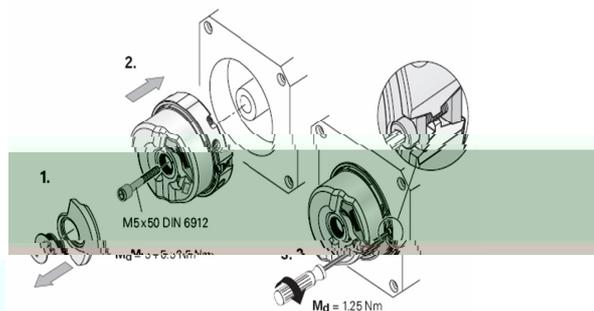

图 12 编码器装配
- 再用内六角扳手按  $Md=1.25Nm$  的力矩将编码器的涨紧螺栓拧紧，要求拧紧力矩为  $Md=1.25 Nm -0.2Nm$ ，使编码器外部不能用手转动，如(P7 图 12) 所示。